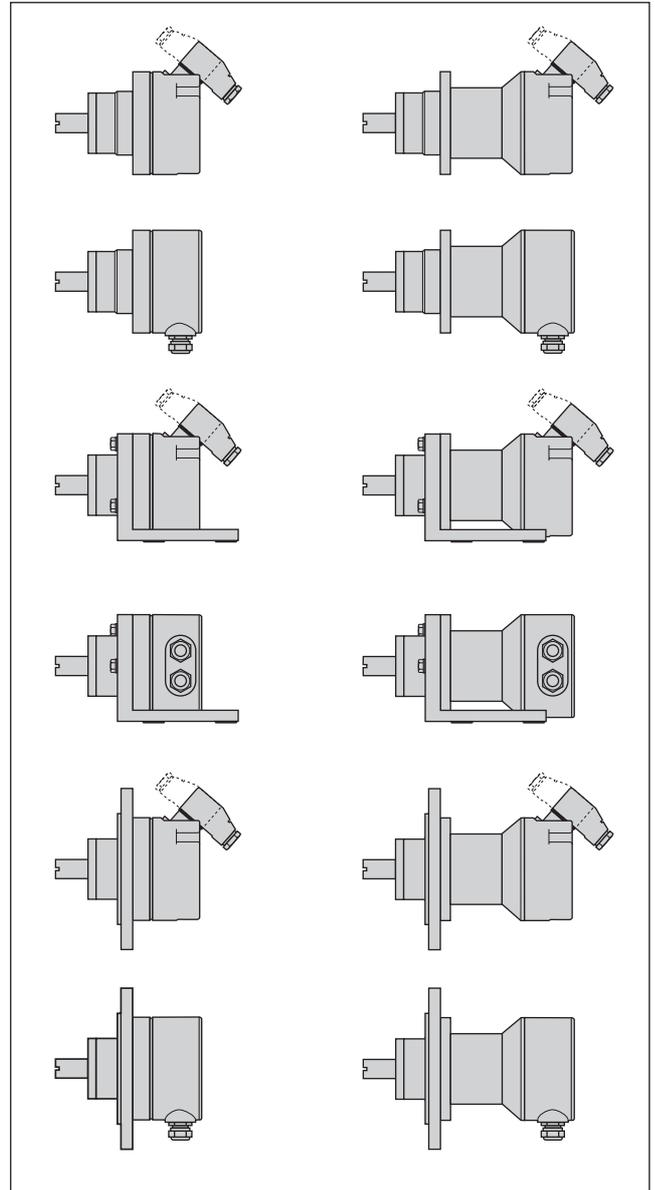

Bild 1
**Messumformer**, eine der zwölf Varianten (Bild 1)